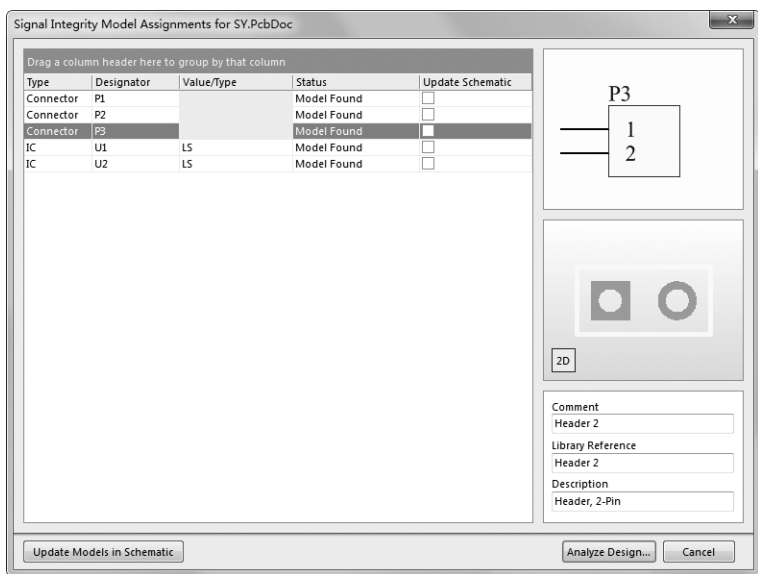

图 13-20 元件的 SI 模型设定对话框
(3) 单击“Model Assignments”（模型匹配）按钮，系统将弹出 SI 模型参数设定对话框，显示所有元件的 SI 模型设定情况，供用户参考或修改，如图 13-20 所示。